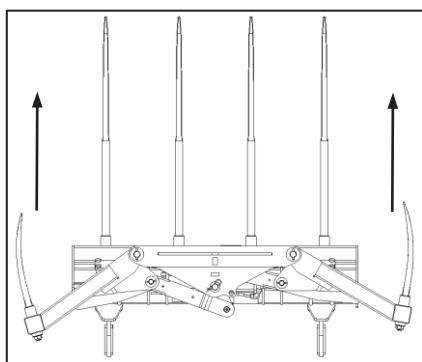

Fig. 8
- ✓ To ensure smooth engagement with a bale stack, the wings should be fully open such that the tips of the curved bale forks point straight forward (Fig. 8).
- ✓ Om gladde koppeling met 'n baalstapel te verseker, moet die vlerke heeltemal oop wees sodat die punte van die geboë baalvurke reguit vorentoe wys (Fig. 8).